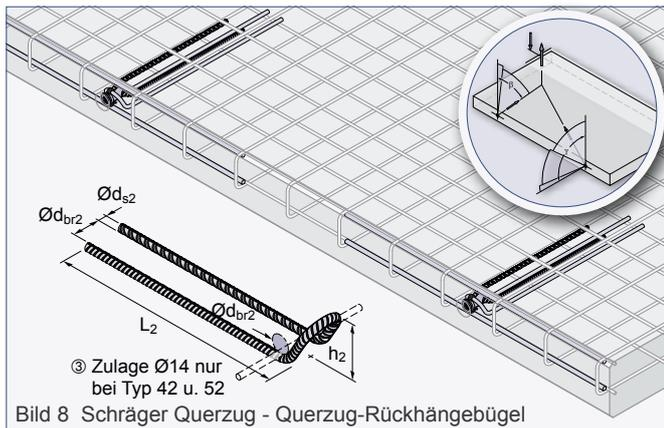

Bild 8 Schräger Querzug - Querzug-Rückhängebügel
Die Beanspruchung der Querlochhülse mit Querzug $\gamma \geq 15^\circ$ erfordert den Einbau einer Zusatzbewehrung nach Tabelle 5). Dieser Querzug-Rückhängebügel wird stirnseitig im Bauteil entgegen der Zugkrafttrichtung angeordnet (siehe Bild 8) und hat im Scheitelpunkt der Biegung Druckkontakt mit der Querlochhülse. Querzugbelastungen an der Querlochhülse sind nur bei Wanddicken d gemäß Tabelle 2 möglich. Das Aufrichten von Platten kann zu gleichzeitigem Schräg- und Querzug, dem so genannten schrägen Querzug, an den Transportankern führen (Bild 8). Der Querzug-Rückhängebügel deckt sowohl diese Lastrichtung als auch die Lastrichtung Schrägzug ab. Das Umlegen oder Aufstellen des Bauteils während der Montage, bedarf der Beachtung der Lage der Querzugbewehrung. Bei der Belastungsrichtung Querzug muss die in Tabelle 3 angegebene Mattenbewehrung als Mattenkappe ausgeführt werden. Zusätzlich zu der oben genannten Mattenkappe müssen Längsseisen entsprechend Tabelle 5 eingebaut werden.
② Eine Mindestbauteildicke von 80 mm ist erforderlich
③ Zulage $\text{Ø}14$, $l = 60$ cm (siehe Bild 8)